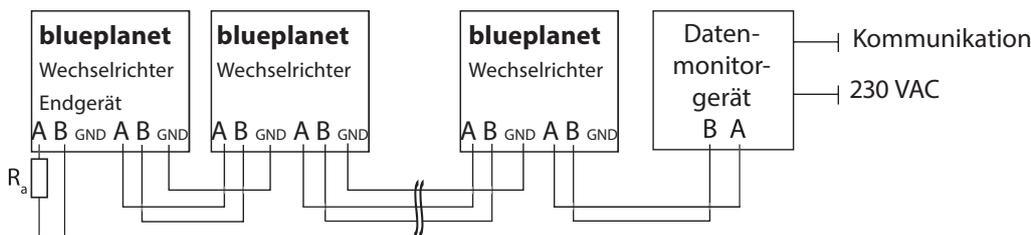

Bild 39: Anschlusschema der RS485-Schnittstelle
- GND mit GND (siehe Bild 39 auf Seite 29)